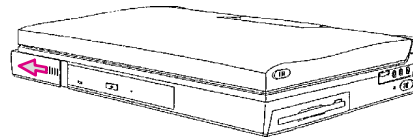

FIGURE 2-1
1. SLIDE THE HARD DISK DRIVE COVER OUTWARD(FIGURE 2-1)